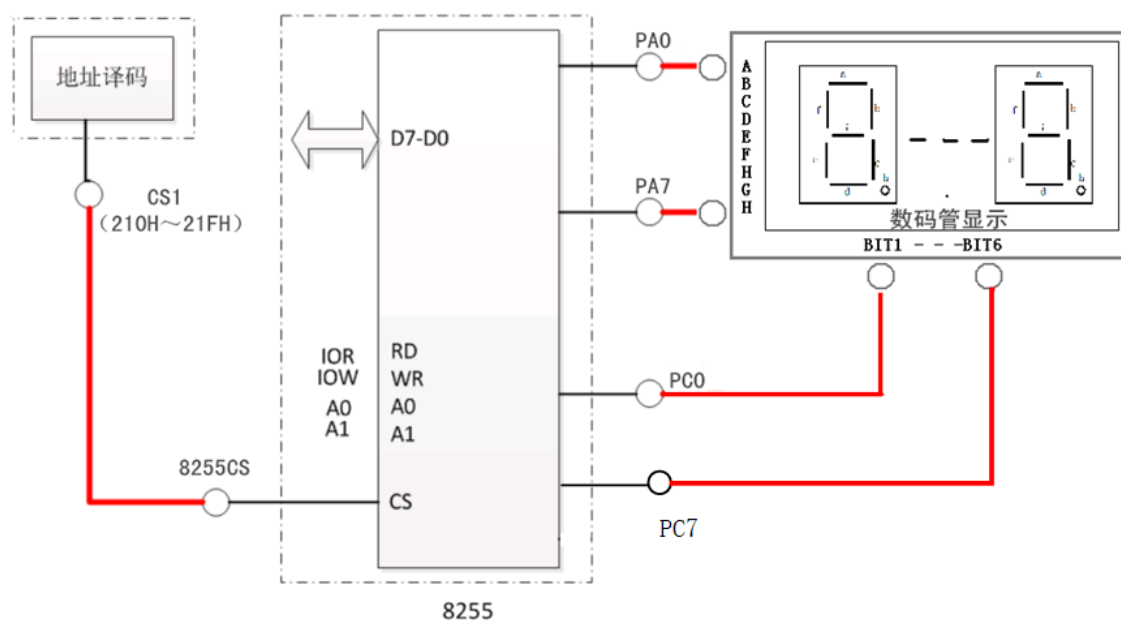

图6-3 数码管显示接线
(2) 使用 8255 并行接口实现数码管的显示。用 8255 的 PA 和 PC 分别作为数码管的段码(A~H)和位码(BIT1~BIT6)。实验中，8255 和七段数码管的硬件连线如图 6-3 所示。